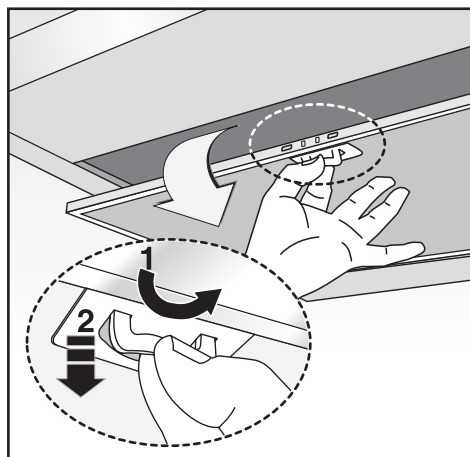

Fig.5
- La distanza minima fra la superficie di supporto dei recipienti di cottura sul dispositivo di cottura e la parte più bassa della cappa da cucina deve essere di almeno **65 cm**. Se dovesse essere usato un tubo di connessione composto di due o più parti, la parte superiore deve essere all'esterno di quella inferiore. Non collegare lo scarico della cappa ad un condotto in cui circoli aria calda o utilizzato per evacuare fumi degli apparecchi alimentati da un'energia diversa da quella elettrica. Prima di procedere alle operazioni di montaggio, per una più facile manovrabilità dell'apparecchio disinserire il filtro/i antigrasso (Fig.5).